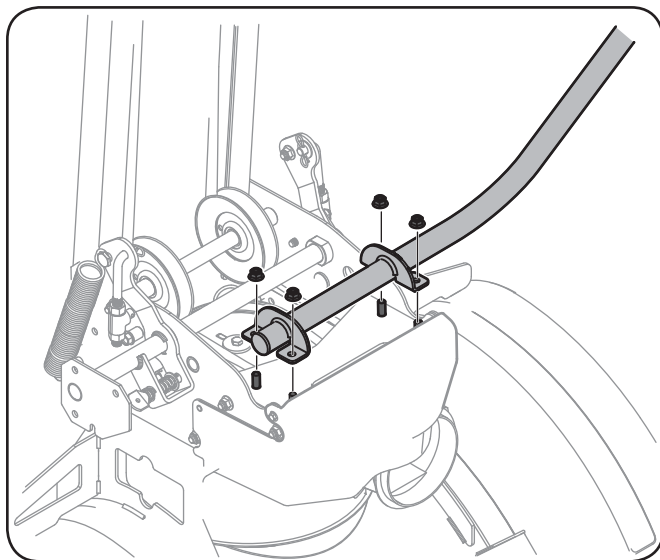

Figure 3-14
1. À l'aide d'une clé de $\frac{9}{16}$ ", fixez la commande de la goulotte sur le boîtier des tarières avec quatre écrous autobloquants à bride. Voir Figure 3-14.